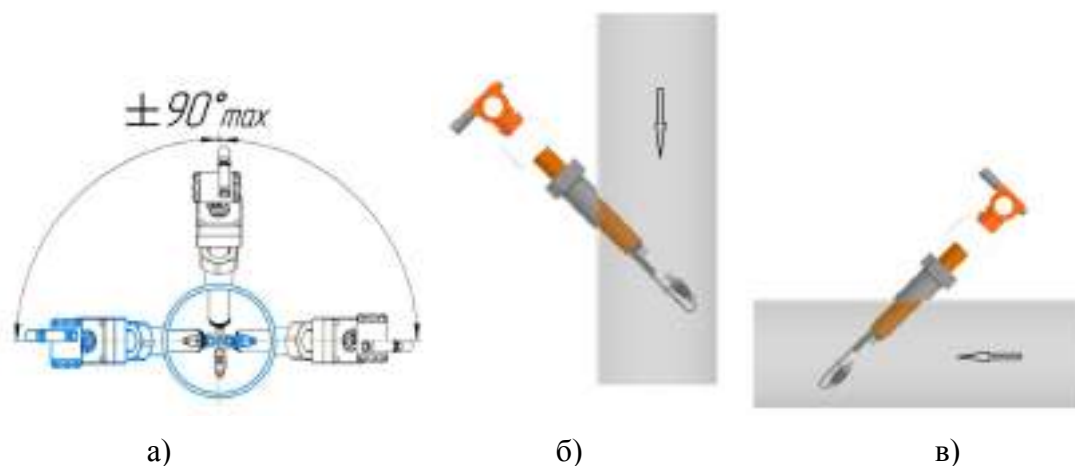

**Рисунок 2.18 – Установка преобразователей расхода UFG-Z на трубопровод**
2.5.9.1 При использовании преобразователя расхода UFG-Z на сухих и чистых газах, при отсутствии конденсата или жидкой фазы, допускается установка преобразователей расхода в вертикальной плоскости (рисунок 2.18а, 2.18в). при наличии конденсата в потоке, преобразователь расхода UFG-Z следует располагать в горизонтальной плоскости в соответствии с рисунком 2.18а). Допускается устанавливать преобразователь расхода UFG-Z на вертикальном участке трубопровода при отсутствии дренажа конденсата через измерительный участок трубопровода (рисунок 2.18б).